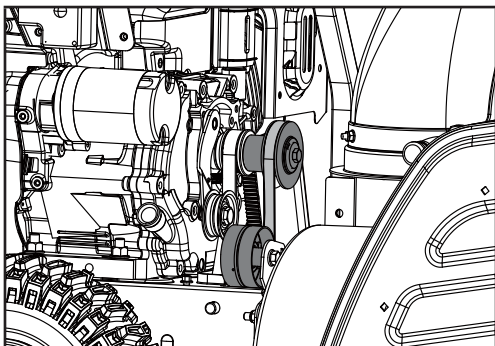

Figure 28
9. Lorsque la courroie est bien installée sur la poulie avant et la poulie d'entraînement de tarière, tirez la poulie tendeur de tarière vers l'arrière, loin de la courroie et faites glisser la courroie dans la poulie. Vous pouvez tirer sur le ressort de recul pour faire tourner la poulie afin que la courroie soit bien mise en place (figure 28).